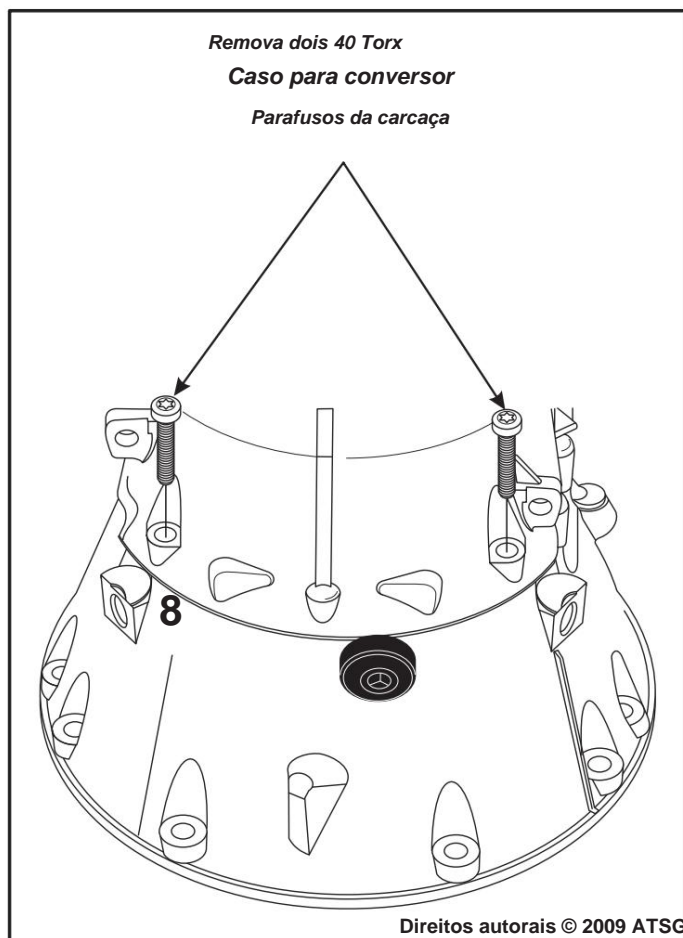

Figura 44
14. Remova os 2 parafusos da carcaça do conversor na parte traseira da caixa pela carcaça do conversor, usando uma broca Torx 40, conforme mostrado na Figura 44.